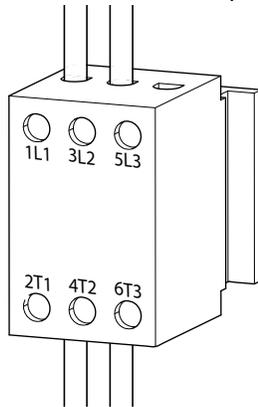

FIG. 16: Bloque de terminales del interruptor de desconexión
5. Conecte el cable de tierra a la lengüeta de conexión a tierra dentro de la caja de conexiones de alimentación (AJ).
6. Consulte la FIG. 16 y conecte los hilos del cable de alimentación a los terminales 4T2 y 6T3 que hay en el bloque de terminales del interruptor de desconexión.